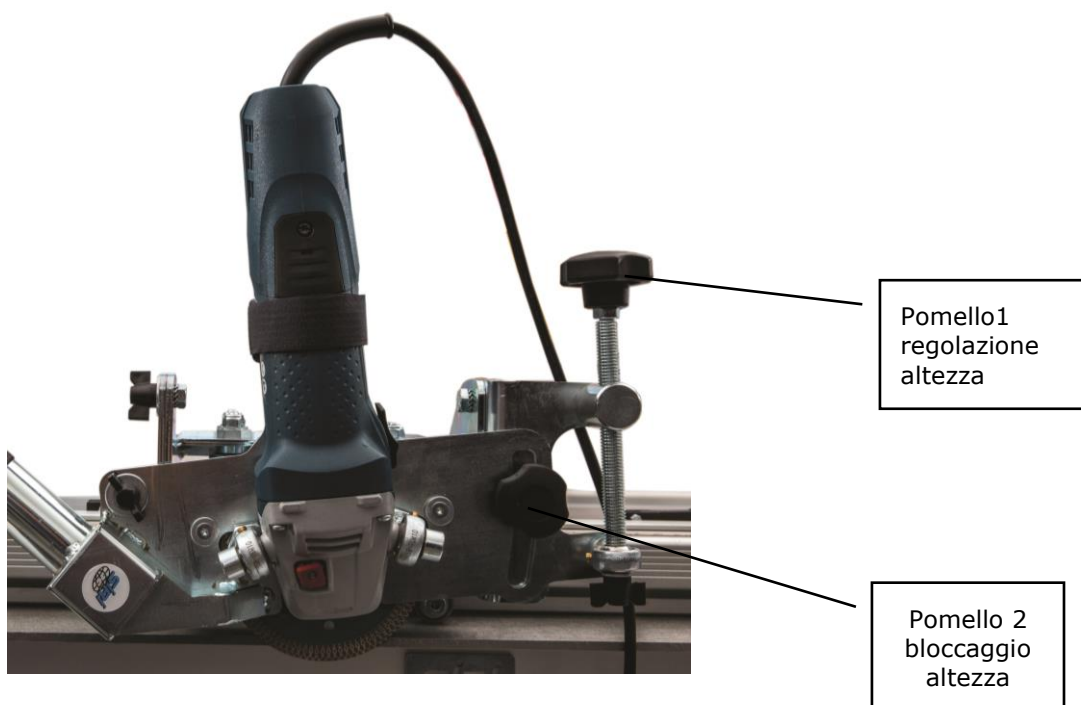

Fig. 6.3.5
- 5- Allentare il pomello che ferma l'altezza di taglio e mediante il pomello della regolazione dell'altezza, portare la mola alla massima altezza vedi fig.6.3.5
- 9- Accendere la smerigliatrice, facendo scorrere avanti e indietro la **Siriflex3** per alcuni centimetri sulla guida, contemporaneamente ruotare il pomello 1(fig. 6.3.5) per abbassare lentamente la mola sulla piastrella, abbassare fino ad ottenere la profondità desiderata, serrare il pomello 2, (fig. 6.3.5) quindi procedere lentamente con il taglio. Per piastrelle di spessore superiore a 6 mm, si consiglia di eseguire l'operazione in più passaggi.